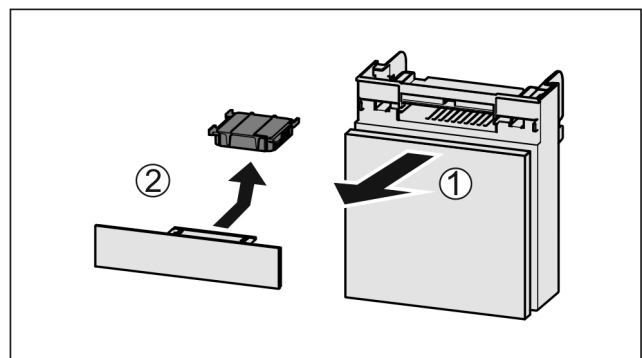

Fig. 172
- ▶ Издърпайте Fig. 172 (1) напред отделението.
- ▶ Извадете Fig. 172 (2) филтъра с активен въглен.